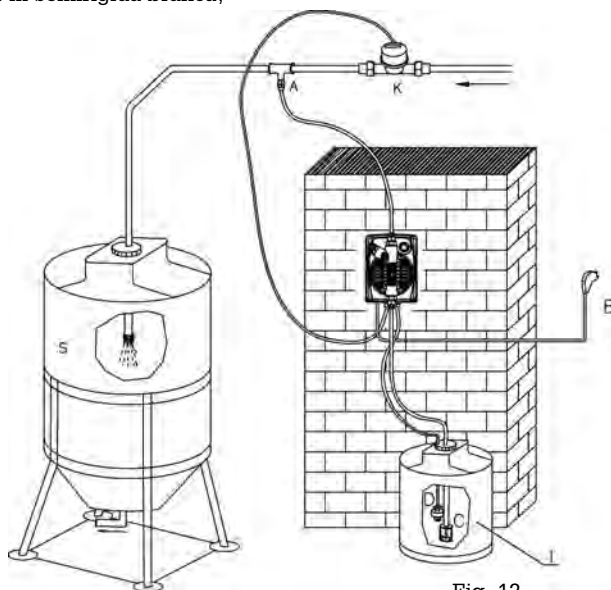

Fig. 12
6.3 - INSTALAÇÃO TÍPICA (Fig. 12)